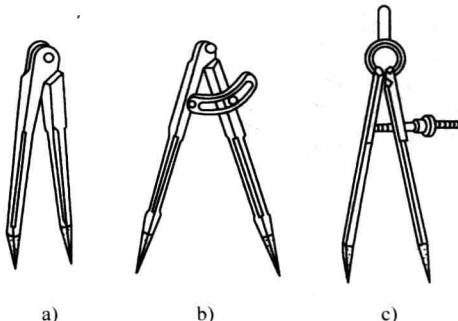

图 1-5 划规
2) 划规。划规如图 1-5 所示，是划圆或弧线、等分线段及量取尺寸等所使用的工具。它的用法与制图中的圆规类似。